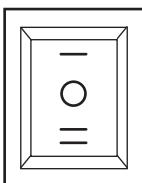
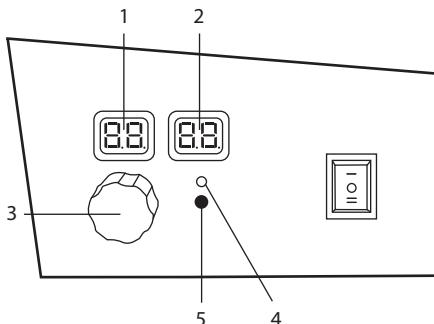

Рис. 4
Рис. 5
- Для использования в режиме вентилятора переведите переключатель в положение I (ВЕНТИЛЯЦИЯ) (рис. 4). Вентилятор начнет работать, цифровой дисплей отобразит текущую температуру в помещении.
- Для работы в режиме обогрева включите подачу газа и переведите переключатель в положение II (ОБОГРЕВ) (рис. 4). Левый дисплей 1 отобразит установленную температуру, а правый 2 – текущую температуру в помещении (рис. 5). Поджиг произойдет автоматически, когда установленная температура будет выше температуры в помещении. Температура регулируется при помощи ручки термостата 3.